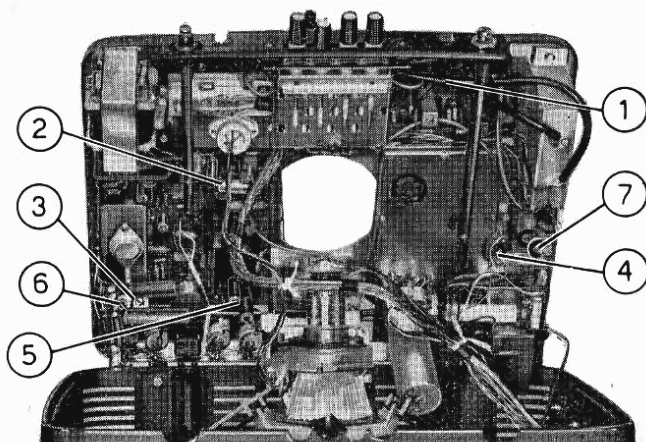

Fig. 8 - Vista superiore telaio
- b) Portare in frequenza il quadro agendo sulla bobina dell'oscillatore a 15.625 Hz (bobina L 502 - fig. 8).
scopio RAI ed agire per la migliore focalizzazione dell'immagine sul potenziometro R 739 (fig. 8).